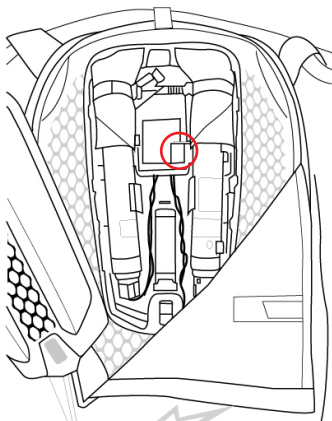

Figura 30: Ubicación del interruptor de modo de envío
Al enviar el Sistema, el Usuario DEBE poner el Sistema en MODO ENVÍO. Para ello, el usuario debe acceder a los componentes electrónicos del sistema abriendo la caja electrónica (16) y utilizando el interruptor de modo de envío (14), situado tal como se indica en la figura 30. Después de activar el modo de envío, deslizando el botón blanco hacia arriba, el usuario puede enviar el sistema. Después de poner el Modo Envío en ON, deslizando el botón blanco hacia arriba, el Usuario puede enviar el Sistema. Para volver al funcionamiento normal del Sistema, el Usuario debe poner el Modo Envío en OFF, deslizando el botón blanco hacia abajo, hacia la parte inferior de la parte posterior.